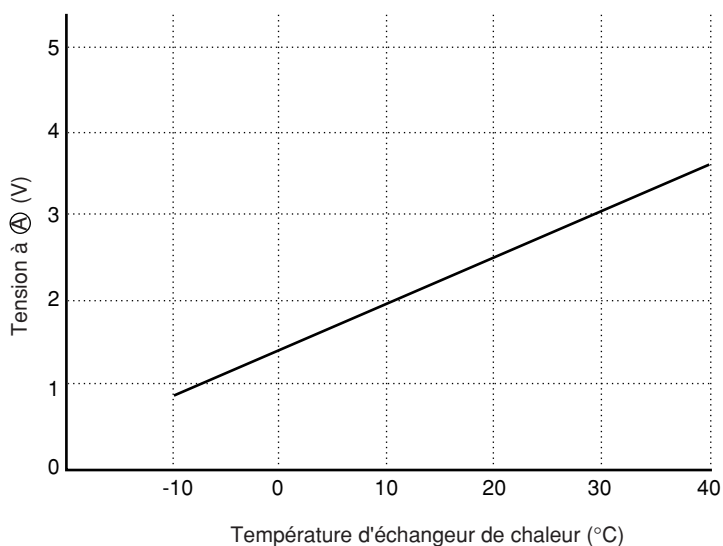

Fig. 6-2
- (1) Préchauffage
- (2) Dégivrage à basse température pendant le fonctionnement en mode de refroidissement et mode de déshumidification.
- (3) Détection d'absence de fonctionnement de robinet inverseur ou ouverture de thermistance de température d'échangeur de chaleur. La tension à (A) dépend de la température d'échangeur de chaleur comme indiqué sur la Fig. 6-2.